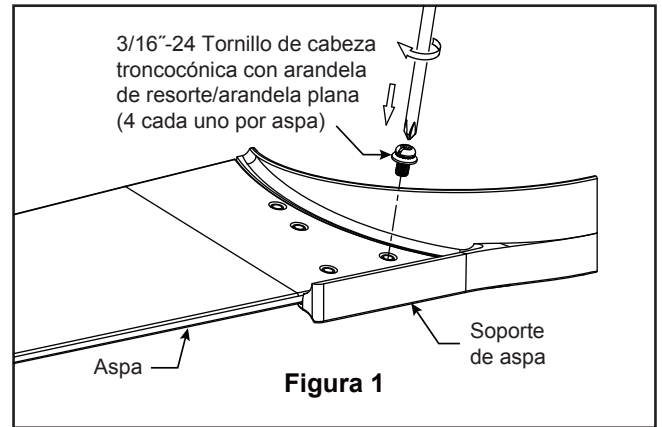

Figura 1
1. Coloque el asa sobre el soporte de asa con los pilotes roscados a la vista. Asegúrese de que la parte inferior del asa se encuentre bien apoyada sobre el soporte de asa. Con un destornillador phillips, fije los 3/16"-24 tornillos de cabeza troncocónica con arandela de resorte/arandela plana para asegurar la asa en el soporte de asa. (Figura 1)